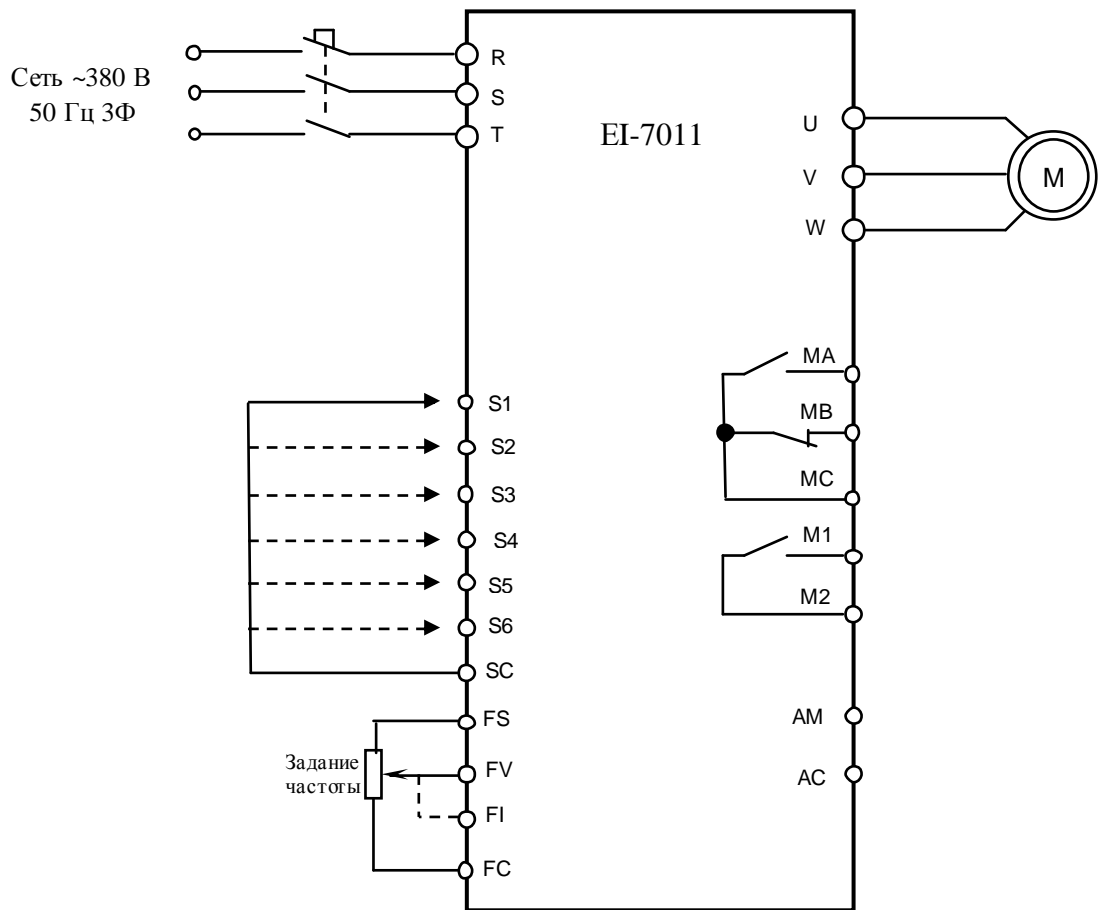

Рис. 4.12. Диагностика входных и выходных цепей управления преобразователя EI-7011.
4.11.1. Подключить электродвигатель к выходным клеммам U, V, W (рис.4.12).